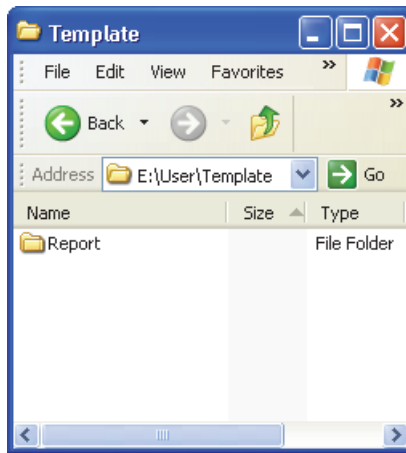

Figura 7-4 Ruta de destino del informe
- b) Si el archivo no existe aún en la tarjeta de memoria, cree la siguiente carpeta: \User\Template\Report\. Véase la Figura 7-4 en la página 206.